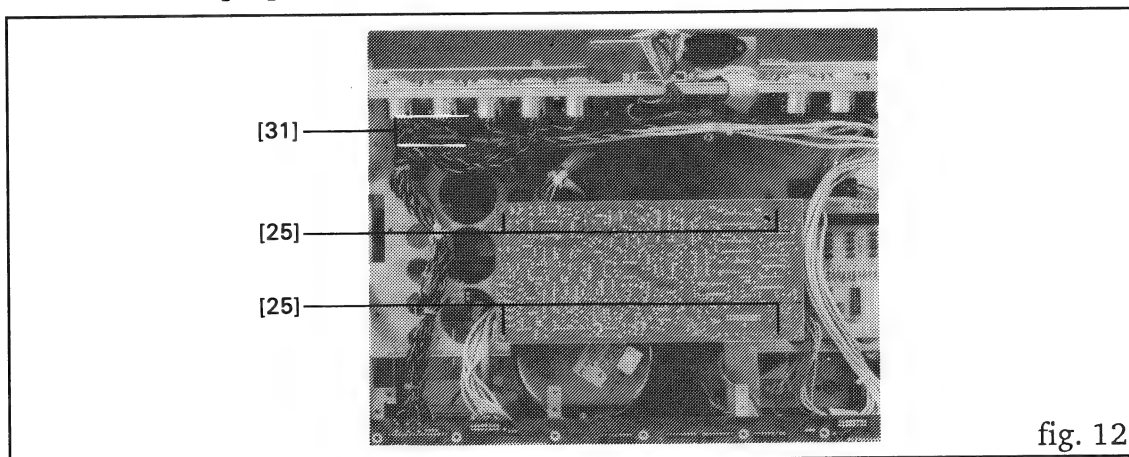

fig. 12
- Retirer 2 vis cruciformes [31] (fig. 12) du TACHO BOARD ainsi que la ligature de câble.